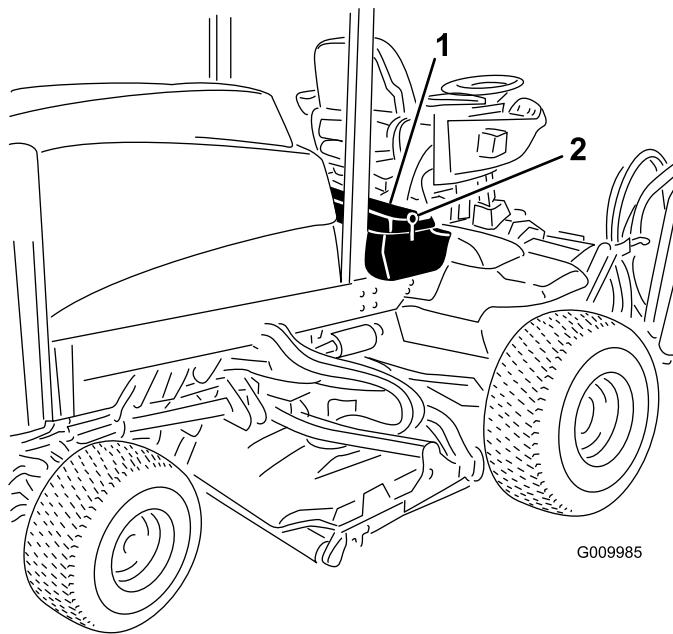

図 37
- 運転席のコンソールパネルのラッチを外して持ち上げる図 37。